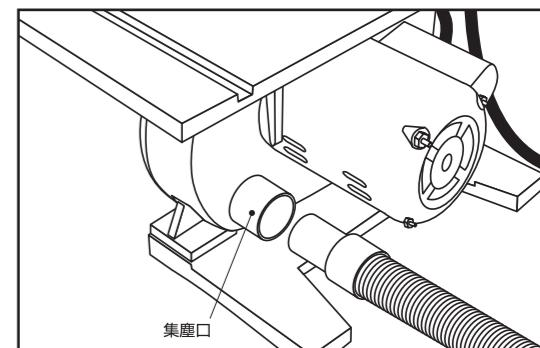

図17
- 2.集塵機接続口は本体背面テーブルの下方向にあります。（図17）